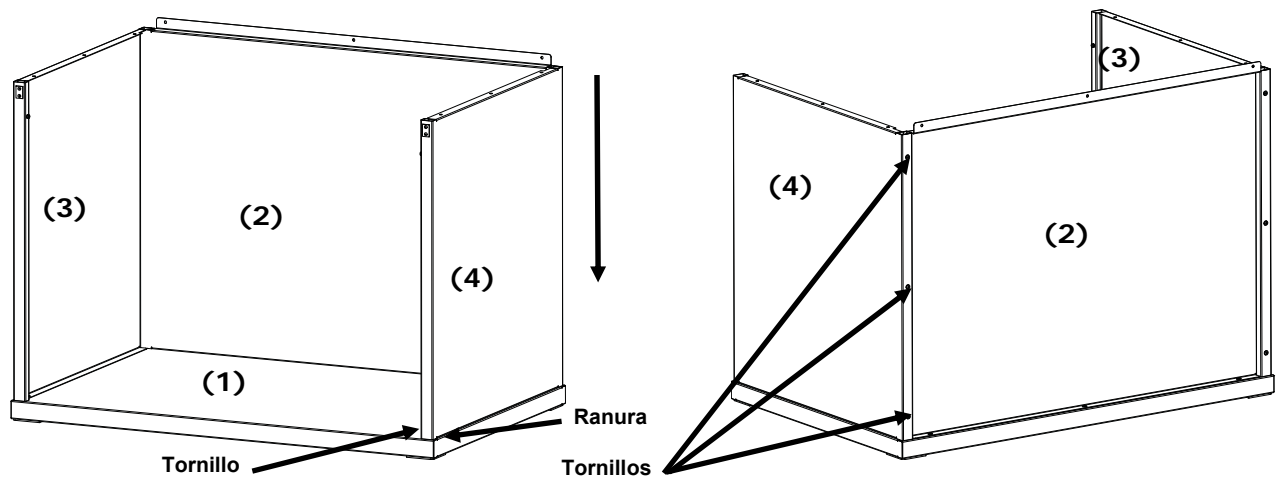

Figura 4. El panel derecho en los paneles trasero e inferior
5. Coloque el panel derecho (4) con el lado liso hacia fuera sobre el borde superior del panel trasero (2).
6. Deslice el panel derecho (4) hacia abajo a lo largo de la canaleta de interconexión hasta que la lengüeta frontal del panel derecho (4) se inserte en el panel inferior (1). Fije el panel derecho (4) al panel inferior y al panel trasero con los cuatro tornillos, tal como se muestra en la Figura 4.